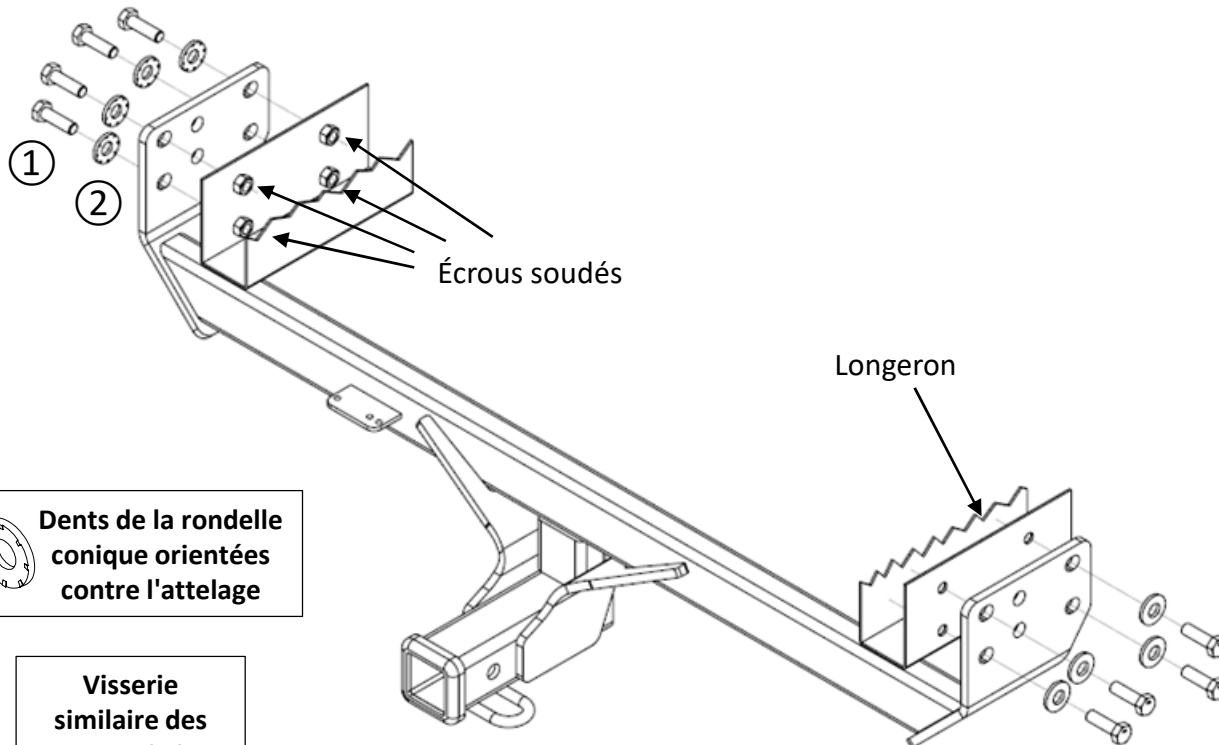
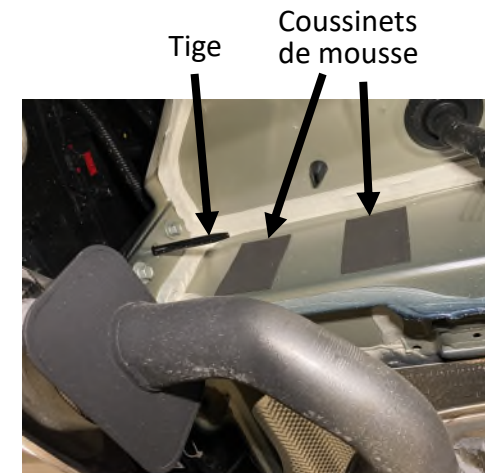

Figure 1
Figure 2
- Retirer les collerettes d'échappement :** À l'aide d'une douille 10 mm, retirer deux (2) écrous à embase de la collerette d'échappement, de chaque côté. Retirer les collerettes d'échappement et les conserver pour réinstallation.
- Abaisser le silencieux :** À l'aide d'une pince pour échappement et d'eau savonneuse, enlever les supports en caoutchouc à deux (2) endroits. S'assurer de supporter l'échappement avant d'enlever les supports en caoutchouc. Tirer avec soin le carénage de pare-chocs vers l'arrière pour abaisser l'échappement.
- Retirer les coussinets de mousse :** À l'aide d'un tournevis à lame plate, retirer deux (2) coussinets de mousse du longeron latéral, des deux côtés, voir la Figure 2.
- Installer l'attelage :** À l'aide d'une pince Channellock, courber légèrement l'extrémité de la tige située derrière le panneau d'extrémité, des deux côtés, voir la Figure 2. À l'aide d'une brosse métallique, nettoyer les écrous soudés derrière les coussinets de mousse retirés à l'étape 3. Soulever l'attelage en position et l'aligner sur les écrous soudés. Installer lâchement les boulons M12 ① et les rondelles coniques 1/2 po ②, voir la Figure 1.
2. Abaisser le silencieux : À l'aide d'une pince pour échappement et d'eau savonneuse, enlever les supports en caoutchouc à deux (2) endroits. S'assurer de supporter l'échappement avant d'enlever les supports en caoutchouc. Tirer avec soin le carénage de pare-chocs vers l'arrière pour abaisser l'échappement.
3. Retirer les coussinets de mousse : À l'aide d'un tournevis à lame plate, retirer deux (2) coussinets de mousse du longeron latéral, des deux côtés, voir la Figure 2.
4. Installer l'attelage : À l'aide d'une pince Channellock, courber légèrement l'extrémité de la tige située derrière le panneau d'extrémité, des deux côtés, voir la Figure 2. À l'aide d'une brosse métallique, nettoyer les écrous soudés derrière les coussinets de mousse retirés à l'étape 3. Soulever l'attelage en position et l'aligner sur les écrous soudés. Installer lâchement les boulons M12 ① et les rondelles coniques 1/2 po ②, voir la Figure 1.